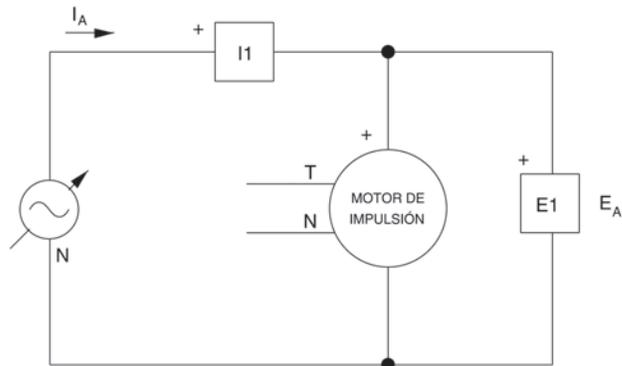

Figura 3-8.
Usted puede determinar la inductancia de armadura del Motor de impulsión, que en realidad es un motor c.c. con imán permanente. Para lograrlo, asegúrese de que la Fuente de alimentación esté apagada y que la perilla de control de voltaje se encuentre girada completamente hacia la izquierda. Luego monte el circuito de la Figura 3-8. Coloque el selector MODO del Motor de impulsión en la posición MOTOR DE IMPUL. (M.I.). En la aplicación Aparatos de Medición, abra el archivo de configuración existente ACMOTOR1.DAI, seleccione ver disposición 2 y ajuste el instrumento programable B como medidor de reactancia (X). Encienda la Fuente de alimentación y ajuste la perilla de control de voltaje para que una corriente c.a. de 3 A (indicada por el medidor I1) circule en el Motor de impulsión. Registre la reactancia de armadura ( $X_A$ ), indicada por el medidor B, apague la Fuente de alimentación y utilice la siguiente fórmula para convertir  $X_A$  en una inductancia: